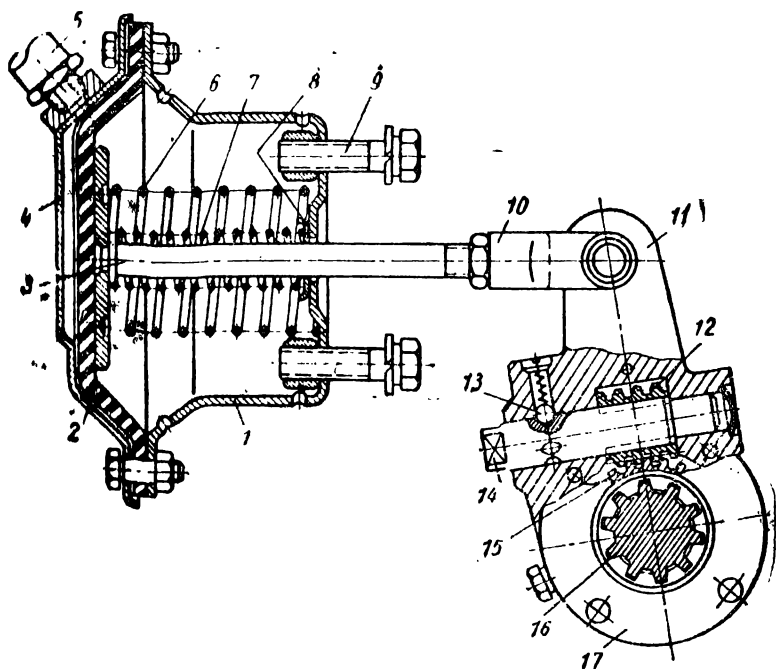

Рис. 54
VIII. Какой механизм пневматического привода тормозов изображен на рис. 54?
IX. Какими цифрами (рис. 54) обозначены детали тормозной камеры и регулировочного устройства?
X. Какими цифрами обозначены (рис. 54) корпус камеры, крышка камеры, диафрагма, шток и гибкий шланг?
Задание 120. I. Из какого материала изготовлена диафрагма? Для чего служат пружины 6 и 7 (рис. 54)?
III. Как называется устройство (рис. 54), в котором крепится вилка штока 10? Какую функцию выполняет устройство, обозначенное цифрой 11?
IV. Для чего служит деталь 13 (рис. 54) регулировочного рычага?
V. Через какие детали (рис. 54) вал разжимного кулака 16 соединяется с диафрагмой 2?
VI. Для чего служит вал 14 (рис. 54) с квадратным концом?
VII. Какие детали регулировочного рычага обозначены (рис. 54) цифрами 8, 9, 15 и 17?